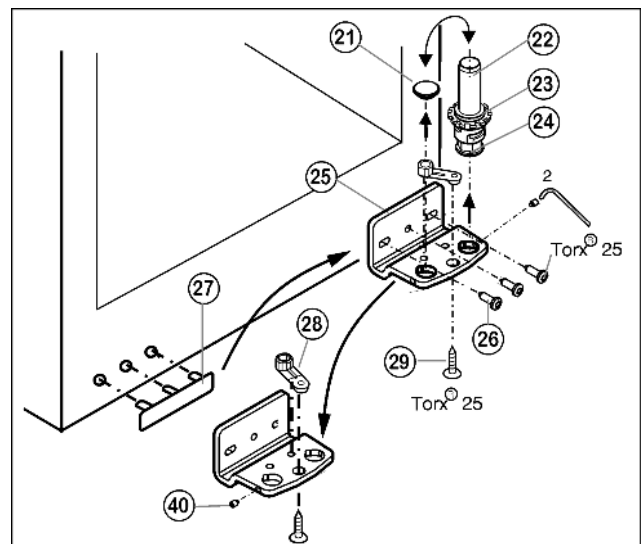

Fig. 6
- ▶ Dévisser la tige filetée Fig. 6 (40) avec la clé à six pans jointe d'env. 1 tour.
- ▶ Dévisser le pivot Fig. 6 (22) complètement avec le disque Fig. 6 (23) et le pied réglable Fig. 6 (24) par le haut.
- ▶ Enlever le bouchon Fig. 6 (21).
- ▶ Dévisser Fig. 6 (25) le support d'appui Fig. 6 (26).
- ▶ Dévisser complètement la tige filetée Fig. 6 (40) et la visser sur le côté opposé sur le support d'appui jusqu'à ce qu'elle soit à fleur du support d'appui.
- ▶ Dévisser Fig. 6 (28) et le l'élément pivotant Fig. 6 (29) permuter dans le trou opposé du support d'appui, revisser à fond.
- ▶ Replacer le bouchon Fig. 6 (21) dans l'autre trou.
- ▶ Soulever le cache côté poignée Fig. 6 (27) avec précaution et le positionner sur le côté opposé.
- ▶ Revisser à fond le support d'appui Fig. 6 (25) sur le nouveau côté charnière en utilisant une visseuse sans fil si nécessaire, avec un couple de serrage de 4 Nm.
- ▶ Replacer complètement le pivot Fig. 6 (22) avec le disque et le pied réglable.
- ▶ Serrer la tige filetée Fig. 6 (40).
- ▶ Placer la porte par le haut sur le pivot inférieur Fig. 6 (22).
- ▶ Aligner éventuellement la porte par rapport aux deux trous oblongs du support d'appui inférieur Fig. 6 (25) pour qu'elle affleure avec l'habillage de l'appareil. Pour cela, dévisser la vis centrale.